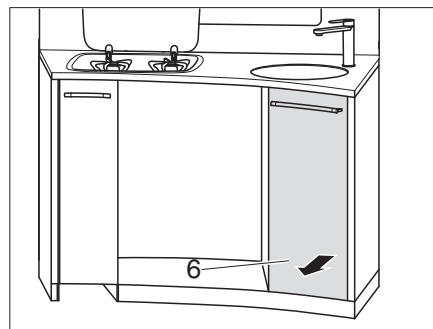

Fig. 118 Extraer el cajón superior de la cocina
- Extraer el cajón superior de la cocina (Fig. 118,6).